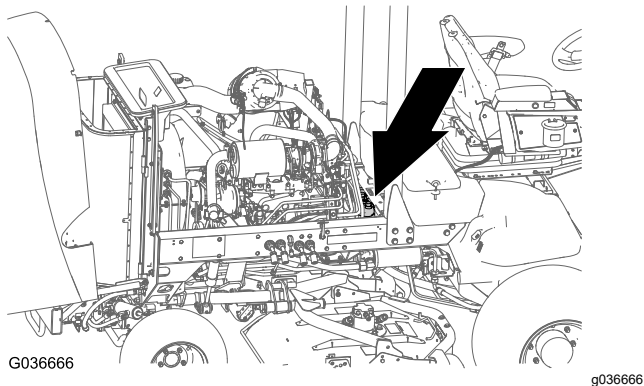

Figure 33
1. Ouvrez le capot et localisez les clapets de décharge (Figure 33) au sommet de la pompe, derrière la batterie/les bacs de rangements.